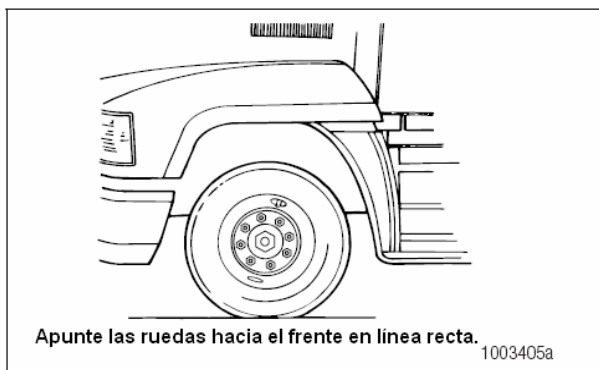

Figura 6.25
1. Estacione el vehículo en una superficie horizontal. Bloquee las llantas para evitar que el vehículo se mueva. Coloque el freno de mano. Figura 6.25.